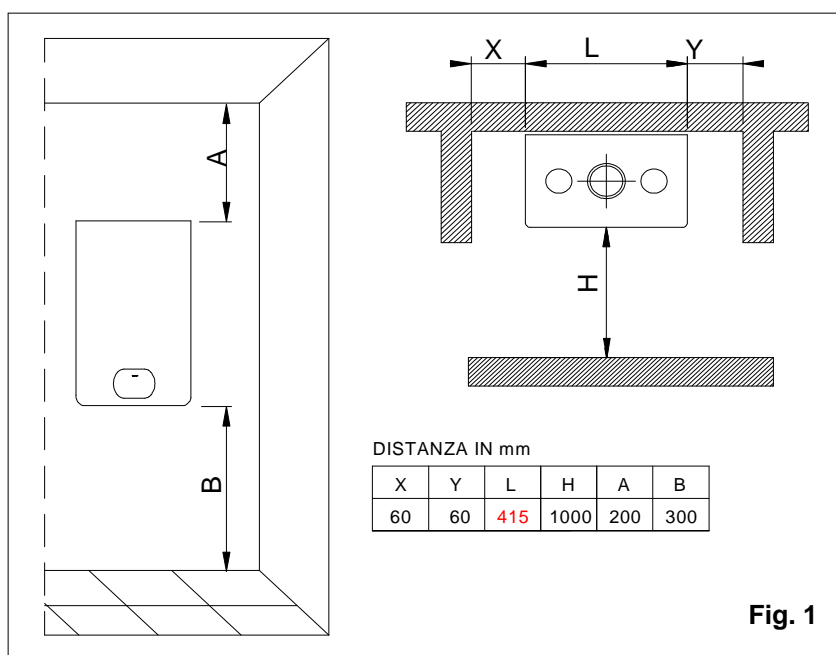

Fig. 1
**A.** adagiare (fig. 1) la caldaia imballata sul pavimento facendo attenzione che la freccia altoverso sia rivolta verso il basso e staccare i punti metallici presenti ed aprire le quattro alette della scatola verso l'esterno.